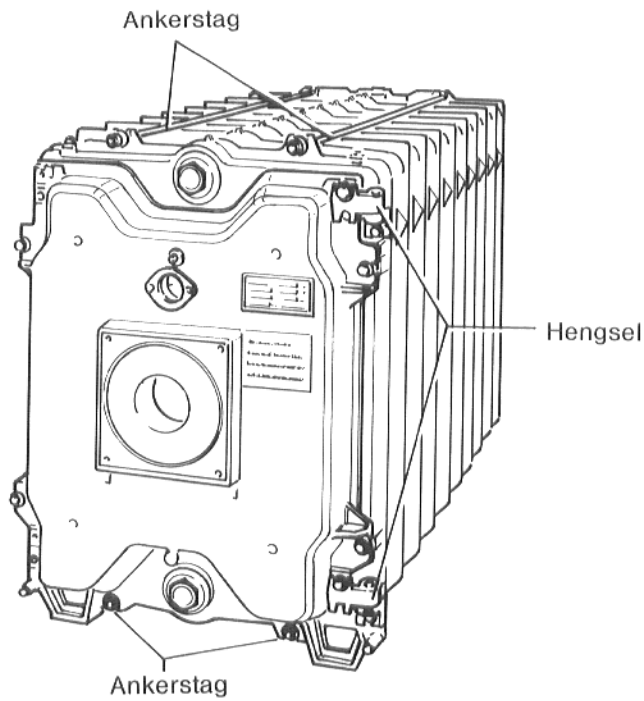

Fig. 14
**Ankerstag, oppe (2 stk.) og nede (2 stk.),** settes inn på høyre og venstre side av navene (fig. 14). Lengden er lik kjelelengden, fra forelement til bakelement. Ankerstagene skyves inn under kjelen og plasseres i utsparingen ved kjelefoten.
Brennerdøren blir levert med hengslet på høyre side. Skal brennerdøren være venstrehengslet, må begge hengslene flyttes over til venstre side (fig. 14).
Hengselhaken skrues på forelementet på høyre, henholdsvis venstre side (fig. 14). Brennerdøren henges på plass. Pinneskruene ovenfor hengslet skrues lett inn. Mutrene skrues på og trekkes lett til. Maskinskruene ved hengslet skrues på plass. **Skrueene og pinneskruene trekkes til samtidig og like hardt (røkgass-tetthet).**